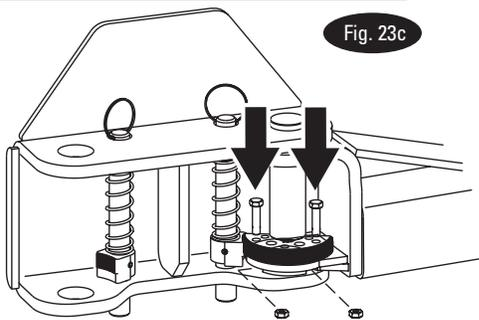

Fig. 23c
Brazo con 5 orificios en la barra de rodamientos: Luego, instale los (2) 3/8"-16NC x 1-1/2" HHCS (8 en total para los 4 brazos) y 3/8" rondanas de Cerradura de Resorte en el engrane y el brazo, pero no las apriete. Consulte la Fig. 23c, Fig. 24a, y Fig. 24b. Brazo con 3 orificios en
las barras de rodamientos: Luego, instale el (2) 3/8"-16NC x 1-1/2" Largo. HHCS ((8) total para los (4) brazos) en el engranaje y brazo. Usando tuercas de bloqueo hexagonales de 3/8", sujete los engranajes de fijación a los brazos. Consulte la Fig. 23c y Fig. 24b.